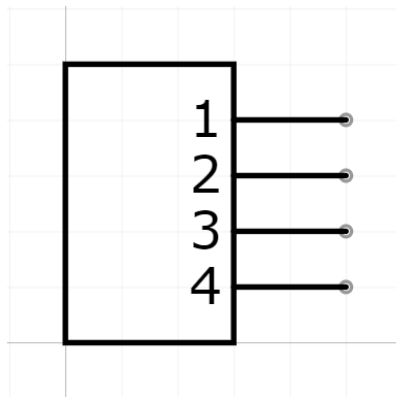

Рисунок 2.17 – УГО PLS-4
- PLS-4 – Имя: «PLS-4», номер: «P?» (рисунок 2.17);